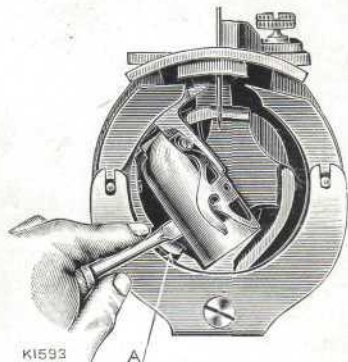

Fig. 4.
(Voir Fig. 4.)
possible. Insérer la tige d'un tourne-vis entre le cylindre et le ressort-loquet (A) de la navette, comme indiqué Fig. 4. Faire pression vers l'arrière sur la poignée du tourne-vis, le cylindre basculera en avant et la canette tombera dans la main.